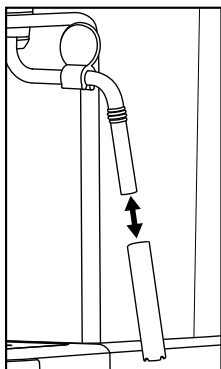

Figure 4
- 5) Retirez la gaine du mousser à lait 10 (figure 4) et la nettoyer soigneusement à l'eau chaude.
- 7) Glissez à nouveau la gaine sur la buse (figure 4).